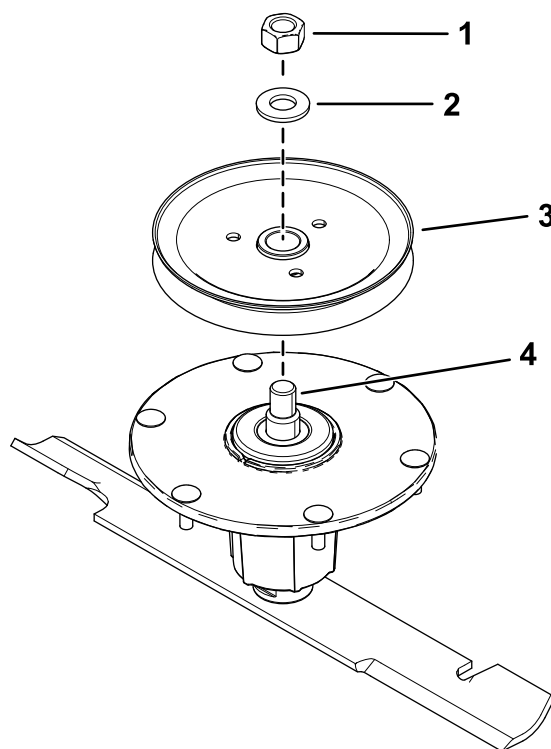

Figure 7
1. Retirez l'écrou supérieur, la rondelle et la roue à gorge de l'axe (Figure 7).